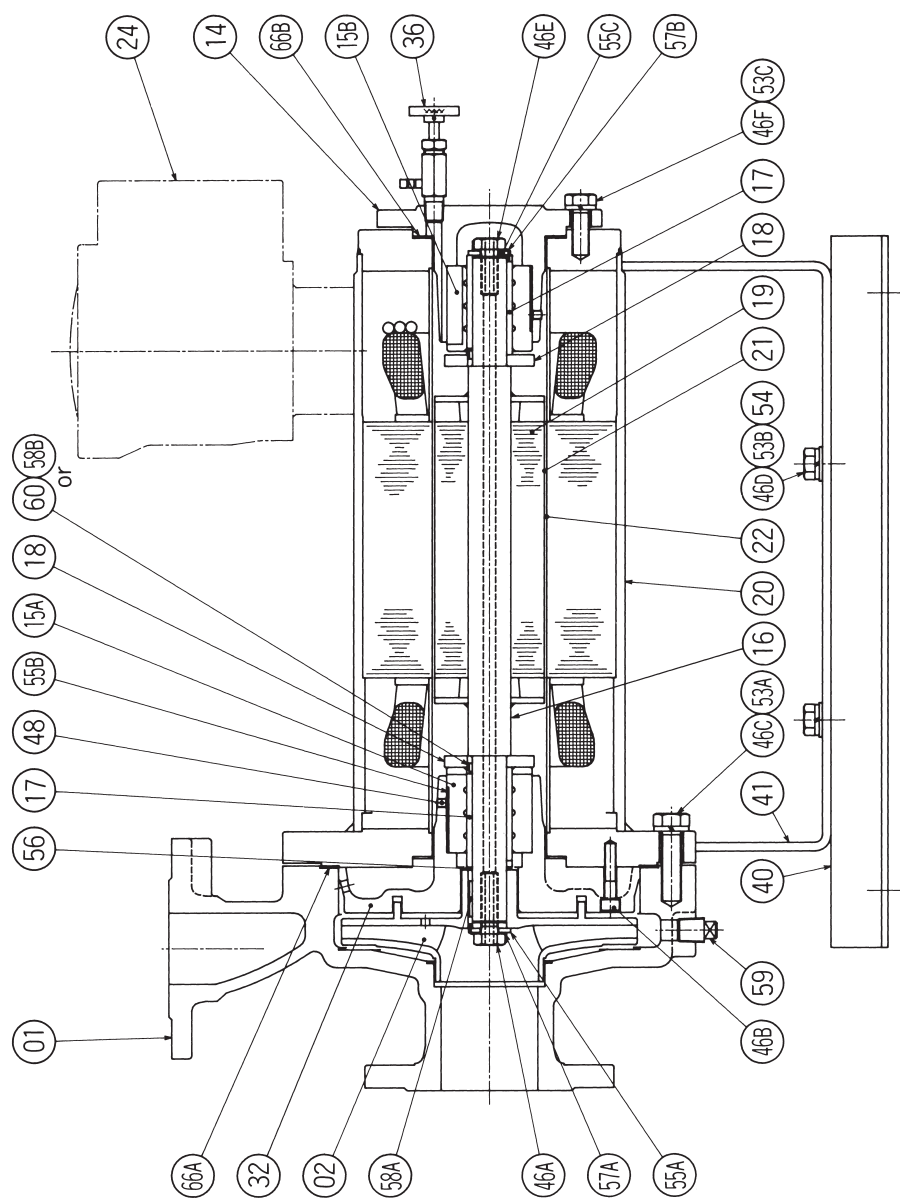

図1 基 本 型 (F-V型)
基本型には、循環液が流れる経路の違いにより、軸内循環方式と循環パイプ方式の2種類があります。軸内循環方式の構造断面図 (F-V 型・FA-V 型) を図1・2に示します。循環パイプ方式の構造断面図 (F 型・FA 型) を図3・4に、FA 型の分解写真を図5に示します。
F 型と FA 型の相違点は、F 型は図1・3に示すようにポンプとモータを接続する部品はFBハウジング (32) であり、FA 型はアダプタ (33) となっています。モータの外径よりケーシング (01) の取付フランジ部が十分大きいときは F 型を、そうでないときは FA 型を採用します。